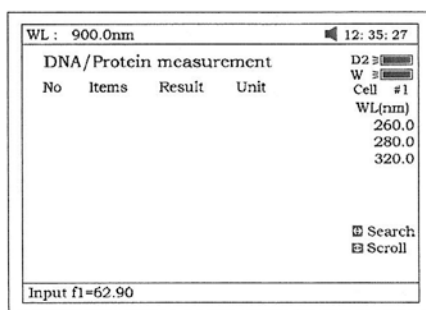

Fig 61
1. Para usar un algoritmo más sencillo o diferente, usted puede ingresar sus propios valores para f1-f4. Presione **[F1]** para colocar f1-f4. Ingrese el valor empleando el teclado numérico (Fig 61).